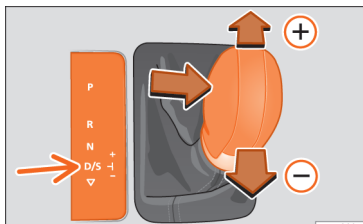

Abb. 260 Hebel in Tiptronic-Stellung.
- Drücken Sie den Hebel nach vorn **+** oder zurück **-**, um hoch- oder herunterzuschalten **» Abb. 260**.